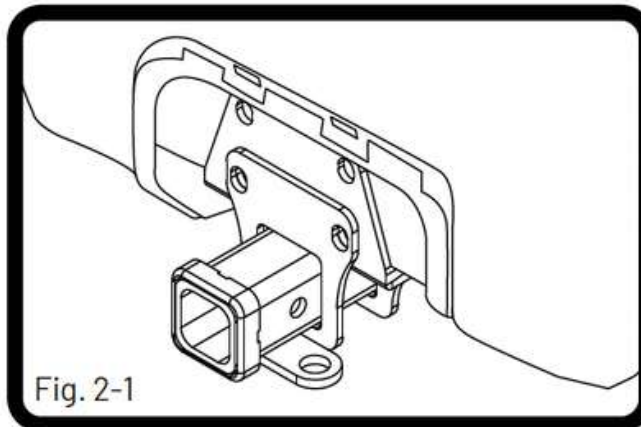

Fig. 2-1
- (a) Abra la puerta trasera (Fig. 2-1).
- (b) Proteja la punta del escape con un trapo o cinta protectora durante la instalación del tiro de arrastre. (Fig. 2-1)
**2.** Acople el tiro de arrastre al chasis. (Fig 2-1)